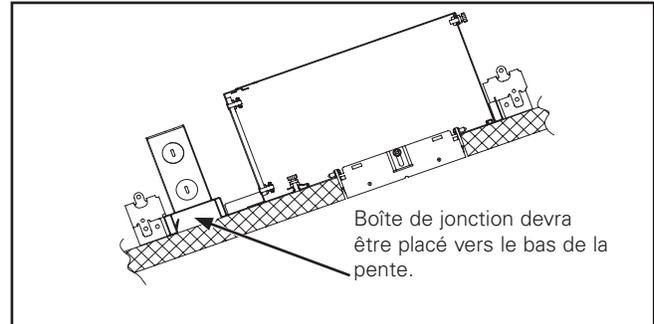

Figure 12.
**Plafonds inclinés – Seulement pour le modèle P408ICAT (Figure 12.):** Si l'on installe la plate-forme sur un plafond incliné, la boîte de jonction devra être placée au bas de la pente.